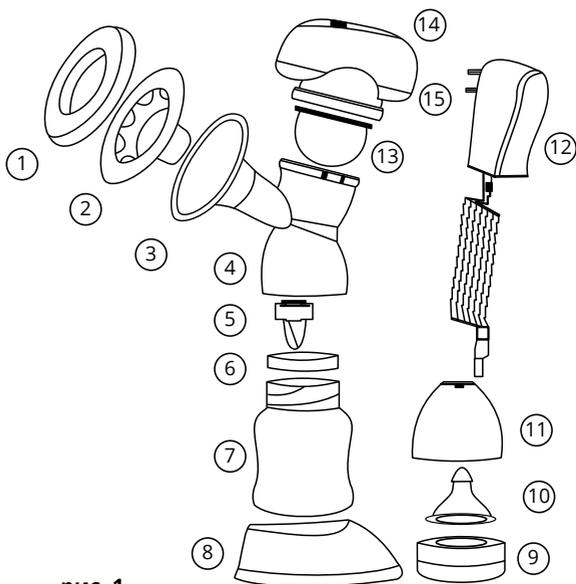
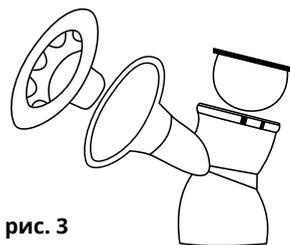

рис. 1
рис. 3
#### 3.1. Основные элементы молокоотсоса и его аксессуары представлены на рис.1
Подсоедините Адаптер (12, рис.1) в разъем на блоке управления молокоотсоса (15, рис.1). Затем включите устройство в розетку. Рекомендуется выключать питание устройства перед тем, как подсоединить или отсоединить сетевой адаптер.
- 5.1.1. Снимите с корпуса молокоотсоса блок управления (14, рис.1), повернув его против часовой стрелки, и подставку (8, рис.1), в которую молокоотсос установлен.
- 5.1.2. Удалите защитную крышку (1, рис.1), извлеките силиконовую массажную накладку (2, рис.1) из воронки (3, рис.1), и диафрагму (13, рис.1) из верхней части корпуса молокоотсоса (4, рис.1). Открутите бутылочку (7, рис.1), поворачивая ее против часовой стрелки.
- 5.1.3. Снимите клапан насоса (5, рис.1), потянув его вниз, и извлеките уплотнительное кольцо (6, рис.1) из корпуса молокоотсоса.
5.2.2. Поместите силиконовую массажную накладку (2, рис.1) в воронку молокоотсоса (3, рис.1), после чего плотно прижмите ее по всему краю воронки (рис. 3). Удалите воздух нажатием пальца между лепестковыми секциями накладки. Для сохранения стерильности массажной накладки закройте воронку защитной крышкой (1, рис.1).
5.2.3. Вставьте силиконовую диафрагму (13, рис.1) в верхнюю часть корпуса молокоотсоса. Герметично зафиксируйте ее по краю корпуса пальцами, после чего закрепите на нем электронный блок управления, повернув его по часовой стрелке до упора (рис.4).
5.2.4. Прочно установите уплотнительное кольцо (6, рис.1) и клапан насоса (5, рис.1) в нижнюю часть корпуса молокоотсоса (рис.5)
5.2.5. Вращая бутылочку по часовой стрелке, прикрутите ее к корпусу молокоотсоса (4, рис.1) до упора (рис.6).
5.2.6. Подсоедините сетевой адаптер питания в разъем (15, рис.1) и подключите его к электрической сети (рис.7).
6.4. Снимите защитную крышку (1, рис.1) с воронки молокоотсоса.
6.9. Выкрутите бутылочку со сцеженным молоком. Для того, чтобы покормить ребенка, используйте соску (10, рис.1) (в комплекте).